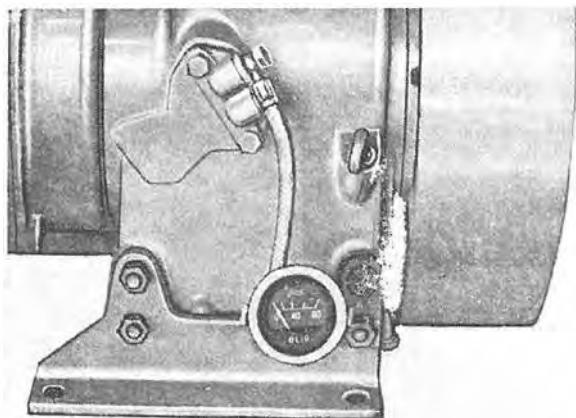

Fig. 86
A massimo regime deve essere $2,5 \pm 4,0$ Kg/cm², al minimo $0,5 \pm 1,0$ Kg/cm² (fig. 86).
At maximum speed it should be 2.5/4.0 Kg/sq. cm, at idle 0.5/1.0 Kg/sq. cm (Fig. 86).
- Vérifier avec un manomètre, raccordé à la prise sur le bâti, la pression d'huile à chaud. Au régime maximum elle doit être de 2,5 à 4,0 kg/cm², au ralenti de 0,5 à 1,0 kg/cm² (fig. 86). Si elle est inférieur, vérifier le clapet limiteur de pression et la pompe à huile comme indiqué.